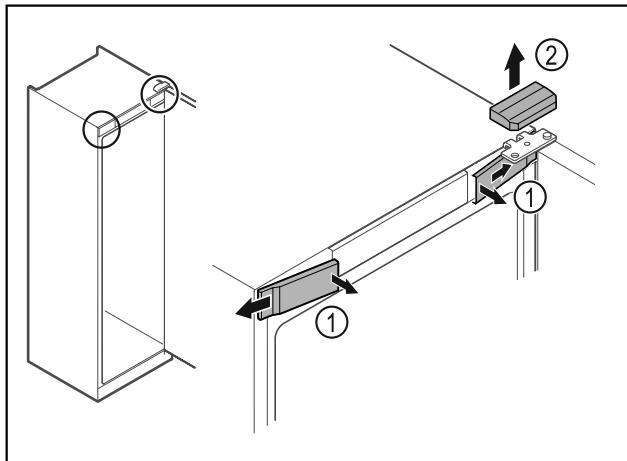

Fig. 11
- Откопчайте предните капаци *Fig. 11 (1)* отвътре и свалете настрани.
- Свалете горния капак *Fig. 11 (2)* нагоре.